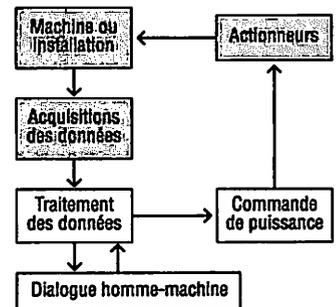
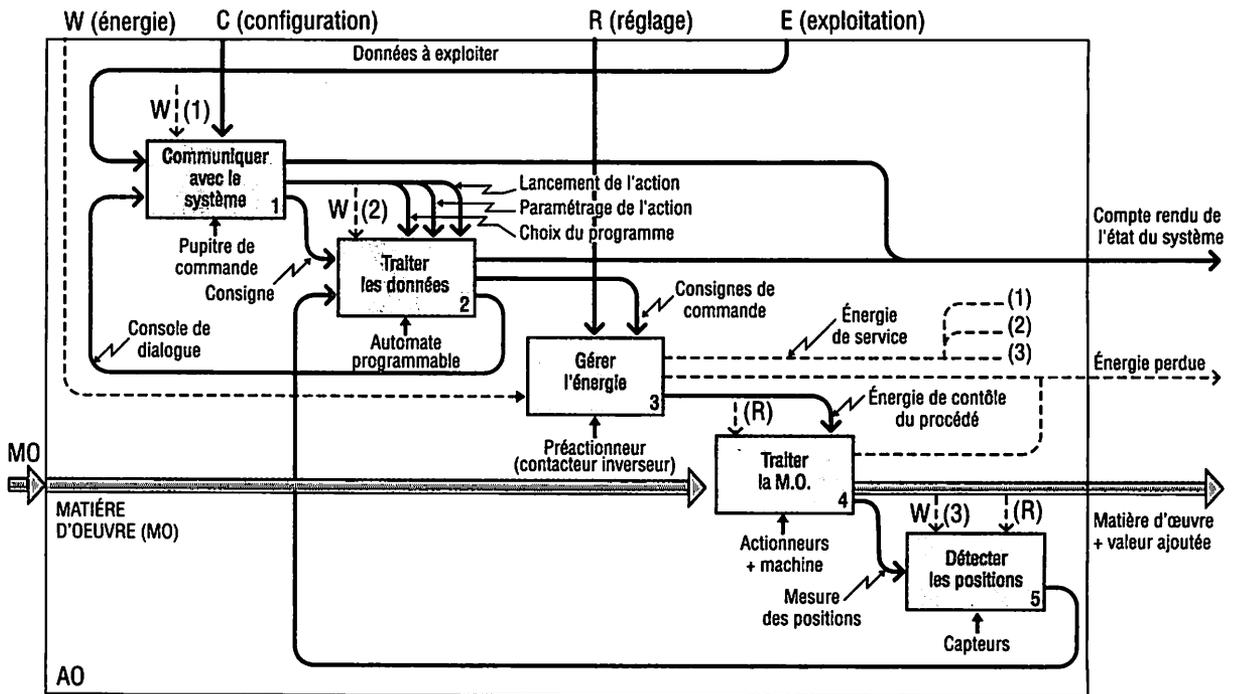

Fig. 1 : Partie commande en rouge et partie machine en gris.
Fig. 4 : Actigramme type d'un système automatisé niveau A0.
1.1. Structure d'un système automatisé (fig. 1)
2.2. Actigramme de niveau A0 (fig. 4)
L'actigramme de niveau A0 d'un poste automatique se présente le plus souvent sous la forme générale (fig. 4), dans lequel on retrouve les actions correspondantes aux fonctions de la figure 1.